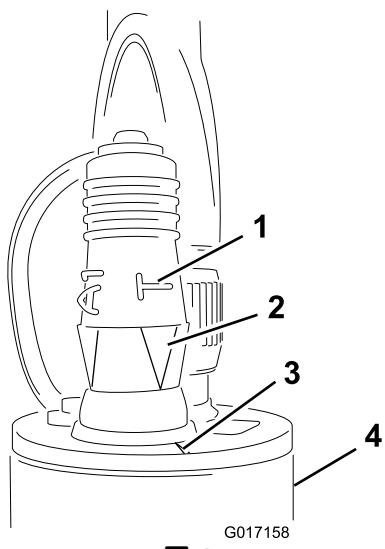

図 14
5. センサーにプログラミングプラグを取り付ける図 14。
**重要** 側面の“T”の下にある矢印が、センサーの上面の縁についているノッチと整列していることを確認してください図 14。